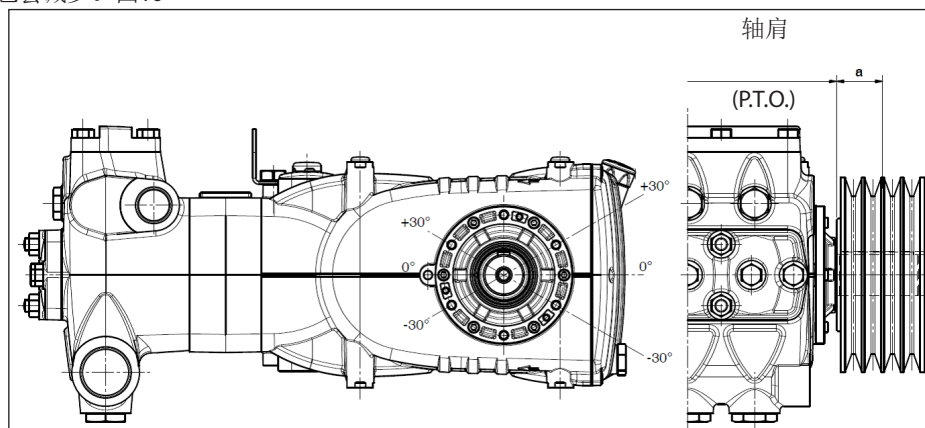

图10
泵轴上的径向载荷不能超过7500 N(布局定义所必须的数值)。只有该载荷作用在距离轴肩(P.T.O.)的一段最大长度a=40 mm时，传动才被视为适当，见图10。
- b) 使用高效能皮带 - 例如**XPB**而不是**SPB** - 同样的功率传递, 使用的皮带数量会相对少, 继而相对轴肩(P.T.O.)的“a”的距离也会减少。图10